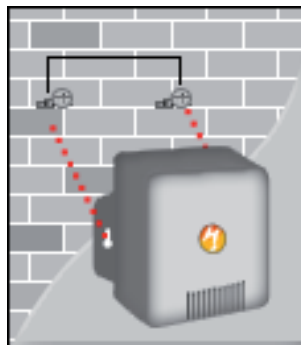

Figura 3
Paso 5. Monte el Regulador **COMPLET** (Vea Figura 3).